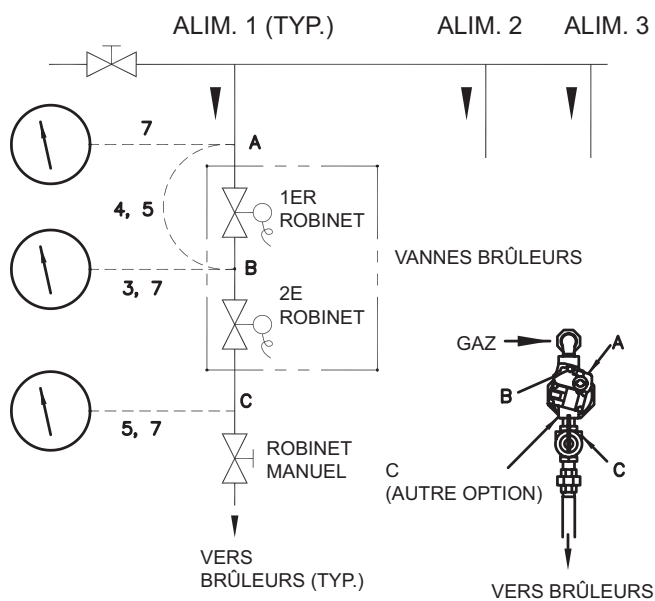

Figure 37: Essai d'étanchéité
6. Effectuez un essai d'étanchéité des vannes de gaz, voir Figure 37.